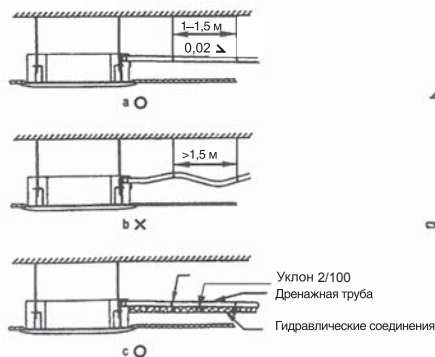

рис. 14
пожалуйста, проложите сливную трубу с уклоном в сторону выхода больше 2/100 (рис. 14а). Избегайте прогибов дренажной трубы (рис. 14в).
5. При подсоединении не тяните сливную трубу с применением силы во избежание ее вытягивания. При этом необходимо сделать опоры через каждые 1–1,5 м во избежание провисания сливной трубы. Можно прикрепить сливную трубу к любой жесткой рейке для ее фиксации (рис. 14с).